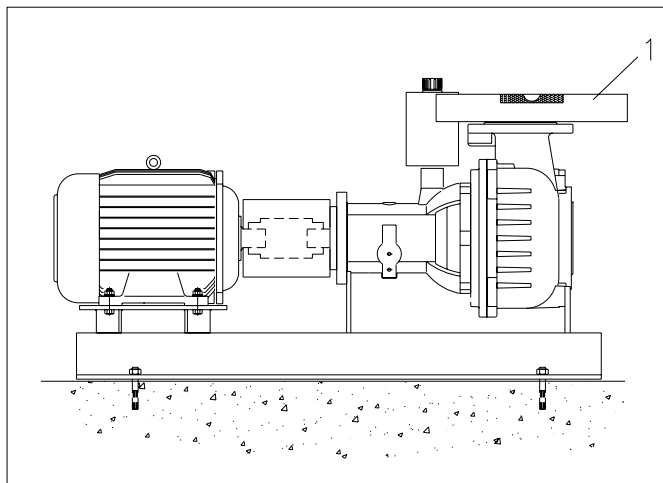

Fig. 7.2
- Pressefalsens overflade står i vaterpas jfr. fig. 7.2 pos. 1.